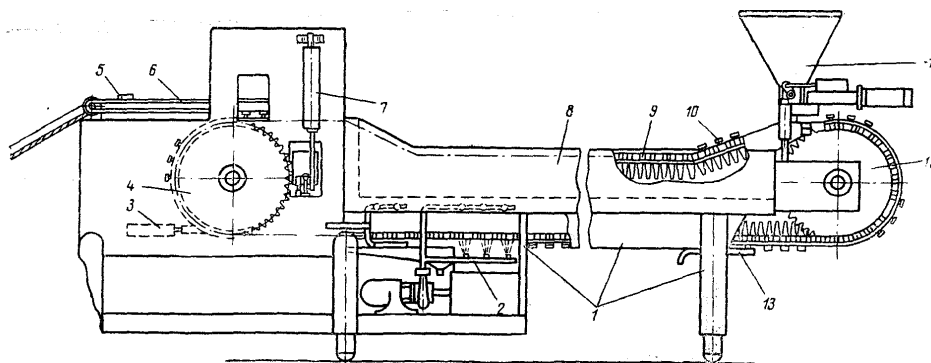

Рисунок 6.30. Аппарат для замораживания жидких и полужидких пищевых продуктов в формах, погружаемых в ванну с хладоносителем:
2.3. Аппарат для замораживания продуктов в металлических формах, погружаемых в жидкий хладоноситель. Аппарат для замораживания жидких и полужидких пищевых продуктов (овощные и фруктовые соки, томат паста, фруктовые пюре) в формах, погружаемых в ванну с хладоносителем (рис.6.30), состоит из сварной рамы, приводных и натяжных звездочек, приводного устройства, грузового (рабочего) конвейера с формами, ванны с хладоносителем, наполнителя, разгрузочного конвейера и моющего устройства.